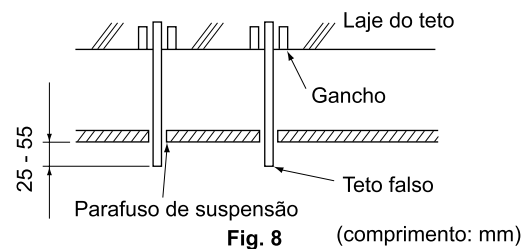

Fig. 8 (comprimento: mm)
- Regule antecipadamente a distância entre a unidade e a laje do tecto. **(Consulte a Fig. 8)**